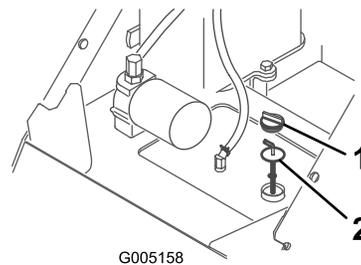

Рисунок 9
4. Очистите зону вокруг заливной горловины и крышки гидравлического бака (Рисунок 9).
5. Снимите крышку с горловины заливного отверстия и проверьте уровень гидравлической жидкости с помощью щупа (Рисунок 9).